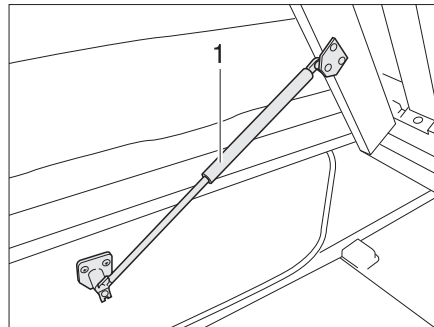

Fig. 102 Lit fixe
- Soulever le sommier à lattes. Les ressorts à pression de gaz (Fig. 102,1) maintiennent le sommier à lattes en position ouverte.